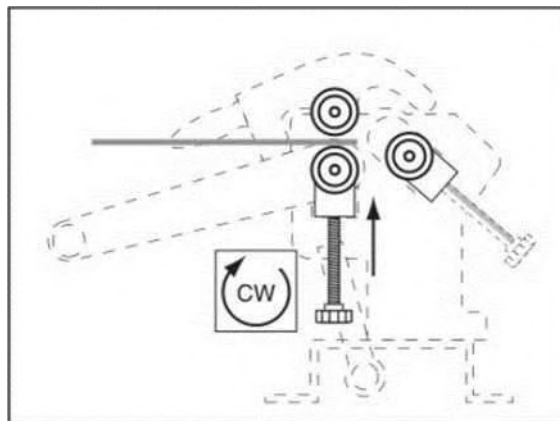

Рис. 10
1. Поместите заготовку между верхним и нижним роликами, как показано на Рис. 10. Поворачивайте рукоятку регулировки толщины, чтобы поднять нижний ролик, пока заготовка не будет плотно зажата между верхним и нижним роликами. Рукоятки регулировки толщины следует поворачивать на равный угол.